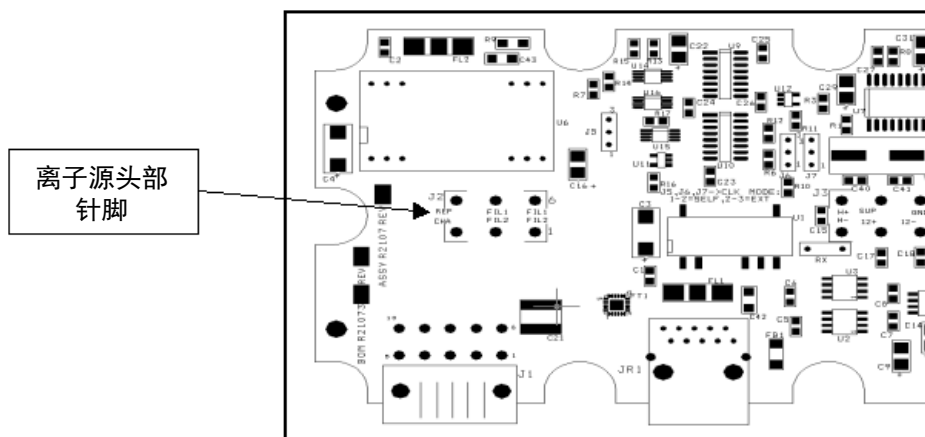

图 B-73 离子源头部针脚示意图
26. 用电阻计在 PCB 上验证离子源六针中任意两针之间是否断路（除了 FIL-1 至 FIL-1 和 FIL-2 至 FIL-2 应该是 0.3 Ohm 或更小）。并验证谱仪机身与任一离子源的针脚之间是否为开路（图 B-73）。如果在任何点存有导通性（短路），拆下头部并检查是否短路。